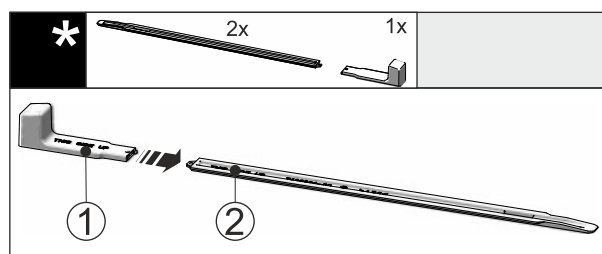

Fig. 48
- ▶ Postavite montažnu ručku Fig. 48 (1) na šinu za Fig. 48 (2) niveliranje.